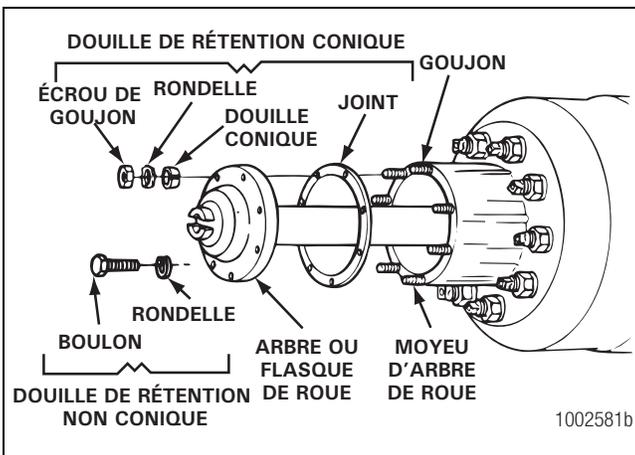

Figure 5.83
12. Installer les joints et arbres de roue dans le carter de pont et la tête de pont. Le joint et le flasque de l'arbre de roue doivent se loger parfaitement à plat contre le moyeu d'arbre de roue. Figure 5.83.
3. Poser le joint et insérer l'arbre de roue dans le carter de pont. Le joint et le flasque de l'arbre de roue doivent être parfaitement à plat contre le moyeu de roue. Figure 5.83.